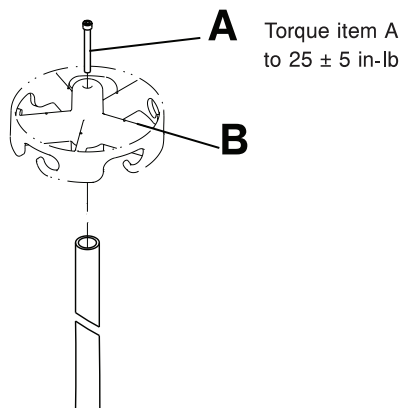

Figure 2-32 : Remplacement de l'élément supérieur du support de perfusion
1. À l'aide d'une clé à 6 pans de 3/16", retirer la vis d'assemblage à six pans creux (A) du centre de l'élément supérieur du support de perfusion (B). Conserver la vis (Figure 2-32 à la page 2-51).
4. À l'aide d'une clé à 6 pans de 3/16", installer la vis d'assemblage à six pans creux (A) (retirée à l'étape 1) pour fixer l'élément supérieur au support de perfusion. À l'aide d'une clé dynamométrique de 3/8", serrer la vis à un couple de  $25 \pm 5$  in-lb ( $2,8 \pm 0,6$  Nm).